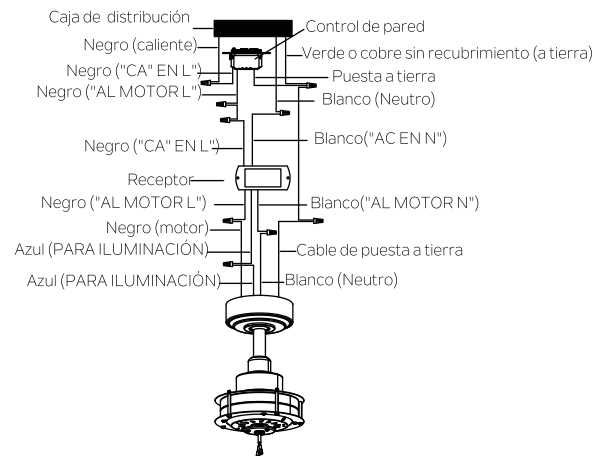

Fig. 13
Paso 2. Conexiones eléctricas del motor al receptor: Conecte el cable NEGRO del ventilador al cable NEGRO marcado como "AL MOTOR L" desde el receptor. Conecte el cable BLANCO del ventilador al cable BLANCO marcado como "AL MOTOR N" del receptor. Conecte el cable AZUL del ventilador al cable AZUL marcado como "PARA ILUMINACIÓN" del receptor. Asegure todas las conexiones de cables con los conectores plásticos proporcionados. (Fig. 13)
Paso 3. Conexiones eléctricas del receptor remoto a la caja de distribución eléctrica: Conecte el cable NEGRO (caliente) del cielorraso al cable NEGRO marcado como "CA EN L" del control de pared. Conecte el cable BLANCO (neutro) del cielorraso al cable BLANCO marcado como "CA EN N" del receptor. Conecte el cable NEGRO (Al Motor L) del control de pared al cable NEGRO marcado como "CA EN L" del receptor. Asegure las conexiones de cables con los conectores plásticos proporcionados. (Fig. 13)
Paso 4. Si su caja de distribución eléctrica tiene un cable de puesta a tierra (verde o cobre sin recubrimiento), conéctelo a los cables de puesta a tierra del ventilador; en caso contrario, conecte el cable de puesta a tierra del ventilador al soporte de montaje. Asegure las conexiones de cables con los conectores plásticos proporcionados. Después de conectar los cables, sepárelos de manera que el cable verde y el cable blanco estén de un costado de la caja de distribución eléctrica y el cable negro y azul estén del otro costado. (Fig. 13)